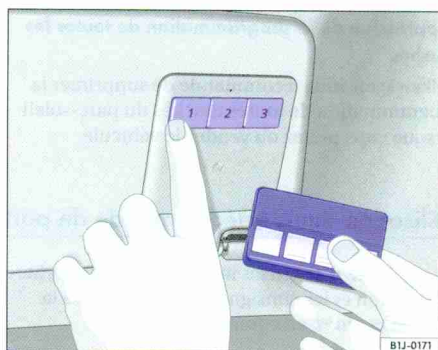

Fig. 32 Pour la programmation : appuyez simultanément sur une touche de la télécommande de porte de garage et de la radiocommande.
- Appuyez sur une touche de la radiocommande d'origine du produit et maintenez-la enfoncée en même temps que la touche ①, ② ou ③ jusqu'à ce que le témoin situé au-dessus de la touche ② se mette à clignoter lentement, puis rapidement ⇒ fig. 32.